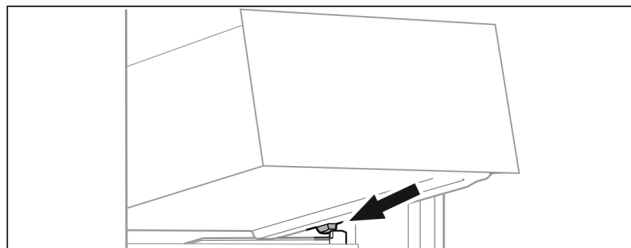

Fig. 96
- Lade schuin achter de stoppers op containerrib plaatsen. (zie Fig. 96)